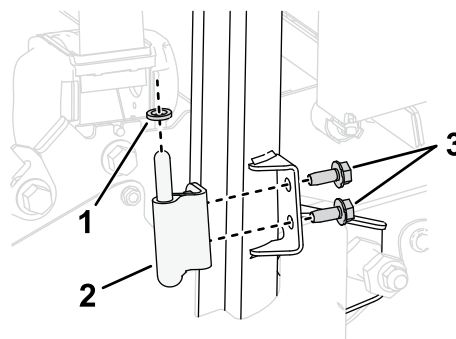

Figura 7
1. Prenda, sem apertar totalmente, a dobradiça inferior à coluna ROPS utilizando dois parafusos ($\frac{5}{16}$ x $\frac{3}{4}$ pol.) como mostrado na Figura 7.